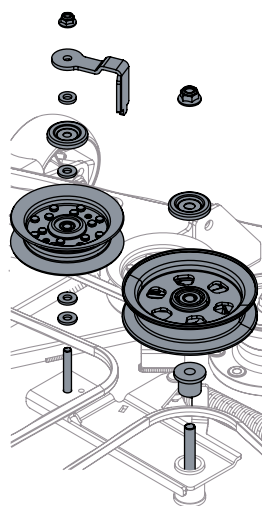

Figure 56
4. Pour retirer les deux poulies de tension, enlevez les écrous autobloquants supérieurs des poulies et retirez les poulies du bras de renvoi. Voir Figure 56.